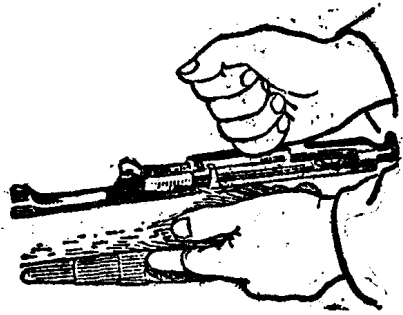

图2. 拉下枪机
1. 取下枪机：左手食指扣扳机，同时右手轉开并拉下枪机。（图2）